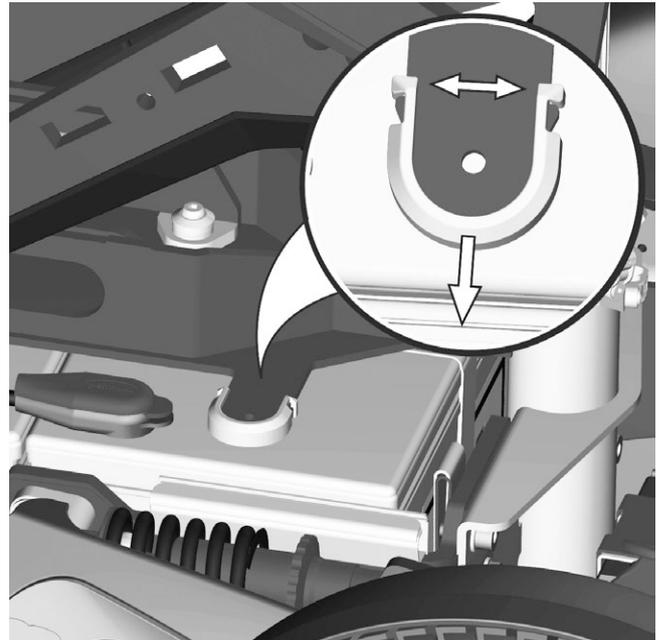

Abbildung 90. Verpolungsschutz der AP-Sitzhöhenverstellung
4. Verpolungsschutz abmontieren, indem man dessen Kanten vorsichtig nach außen biegt und gleichzeitig von der AP-Sitzhöhenverstellung zieht. Siehe Abbildung. 90.